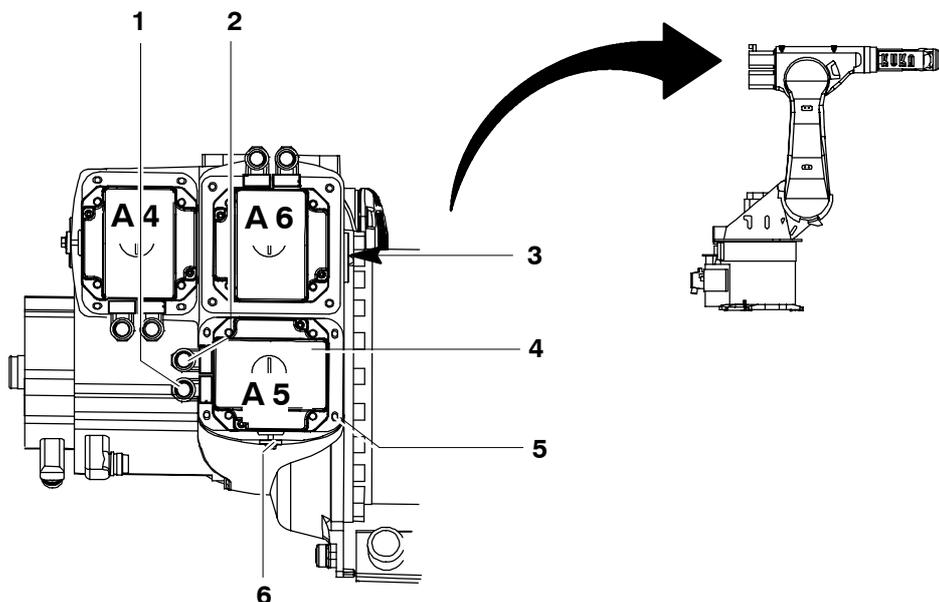
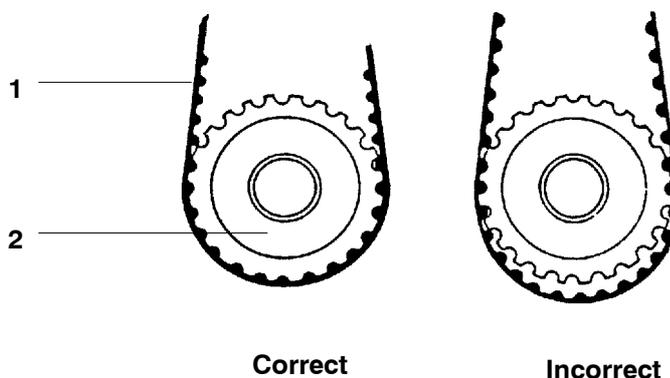

Fig. 120 Démontage et montage de l'entraînement de l'axe du poignet A5
Fig. 121 Courroies dentées et pignons de courroie dentée
- (1) Desserrer et retirer les connecteurs XM5 et XP5 des connecteurs femelles (Fig. 120/1, 2).
- (2) Enlever le couvercle (3).
- (3) Desserrer la vis de réglage (6) de plusieurs tours.
- (1) Le cas échéant procéder à la déconservation de l'entraînement de l'axe du poignet A5 (Fig. 120/4) afin de le monter. Poser la courroie dentée (Fig. 121/1) sur le pignon de courroie dentée (2).
Monter l'unité d'entraînement de façon à ce que les connecteurs femelles (Fig. 120/1, 2) destinés aux connecteurs XM5 et XP5 se trouvent à gauche.
Lors du montage de l'unité d'entraînement, veiller à ce que la courroie dentée et le pignon de la courroie dentée s'engrènent conformément à la Fig. 121.
- (2) Monter quatre vis à six pans creux M6x25 (Fig. 120/5) sans oublier les rondelles-frein pour les serrer ensuite jusqu'à ce que l'unité d'entraînement puisse être poussée sans jeu.
- (3) Régler la tension de la courroie dentée (voir le chapitre 11, "Instructions de réglage").
- (4) Serrer légèrement la vis de réglage (6).
- (5) Connecter les connecteurs XM5 et XP5.
- (6) Procéder au réglage du point zéro (voir manuel logiciel KR C4, chapitre "Mise en service", paragraphe "Calibration/Décalibration du robot").
- (7) Monter le couvercle (3).
- (8) Vérifier la tension d'une courroie dentée neuve après env. 100 heures de service (voir le chapitre 11, "Instructions de réglage").